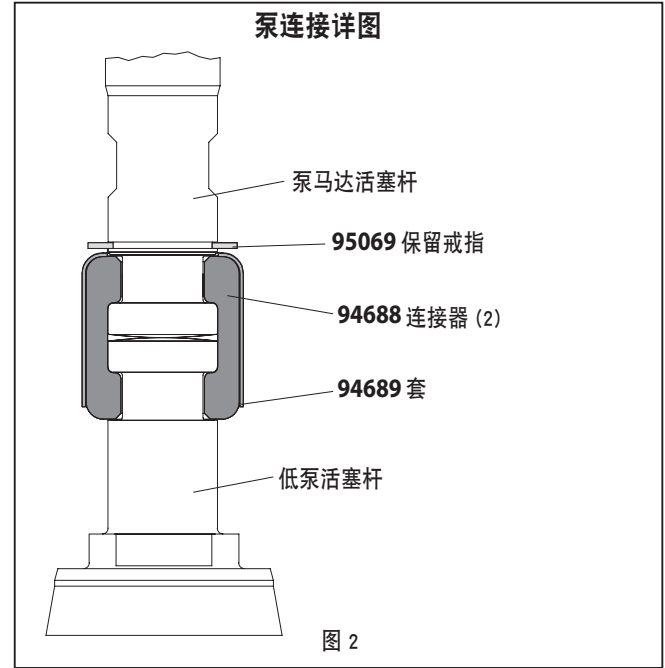

图 2
5. 使用 e 环钳，滑动挡圈起来足够远允许的袖子向上移动，并释放两个连接器 (见图 2)。放下空气马达。